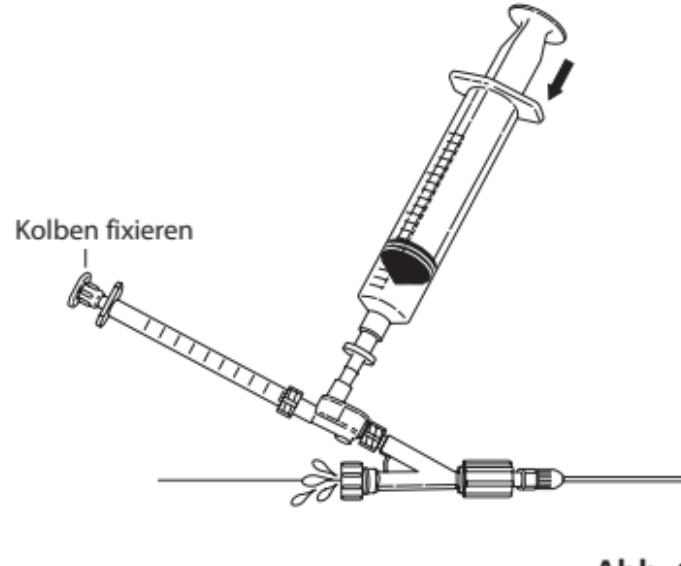

Abb. 6
8. Den Kolben der 1-mL-Spritze in Position halten und die 20-mL-Spritze langsam herunterdrücken, um alle restlichen Luftblasen zu entfernen. Wenn das System vollständig entlüftet ist, das Tuohy-Borst-Ventil um den Tip-Okkluder herum festziehen. (**Abb. 6**)